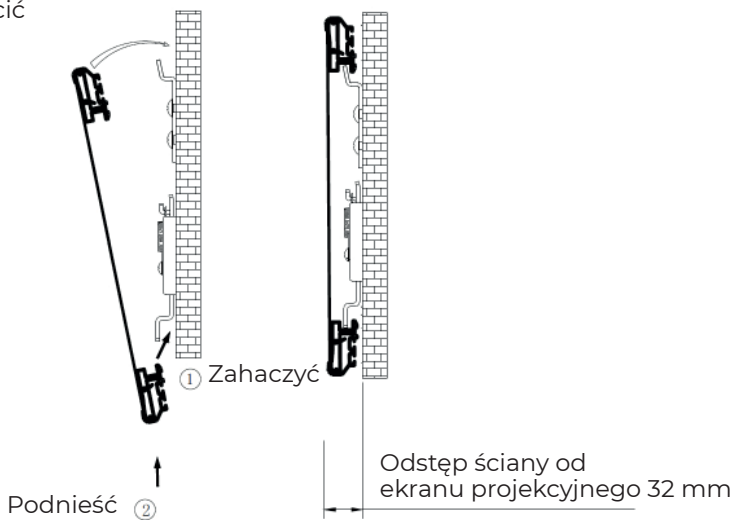

Rys. 2
2. Górny kątownik montażowy | Zamocować kątowniki ścienne C za pomocą śrub M5x40, jak pokazano na rys. 2.